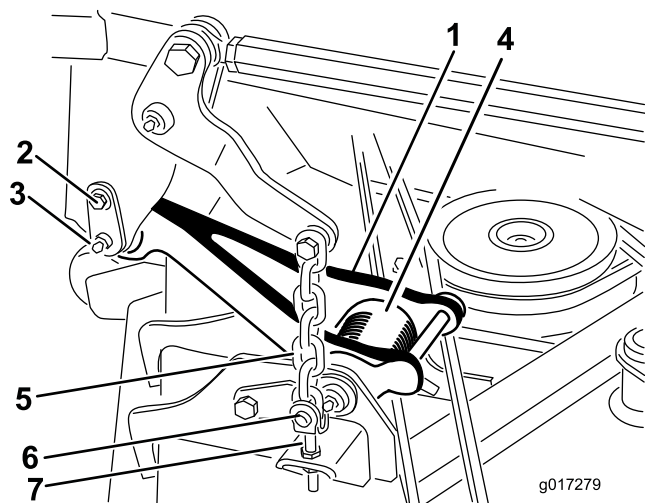

図 2
注 刈り込みデッキを完全に上昇させた状態では、プルリンクのトーションスプリング(図 2)が軽くなるのでプルリンクをマシンから外するのが非常に容易になります。
2. 以下の手順で、車両両側のプルリンクを外す(図 2)：
- A. リテーナピンをキャリアフレームに接続しているショルダ付きねじを外す(図 2)。
- B. キャリアフレームとプルリンクから、リテーナピンを注意深く抜き取る(図 2)。
6. 昇降チェーンをデッキの調整クレビスに固定しているリングピン（4本）とクレビスピンを取り外す（図 2）。
2. リングピン（4本）とクレビスピンを使って、昇降チェーンをデッキの調整クレビスに固定する（図 2）。
5. プルリンクをキャリアフレームに合わせて、リンクをリテーナピンで接続する（図 2）。リテーナピンは、ショルダねじでフレームに固定する（図 2）。